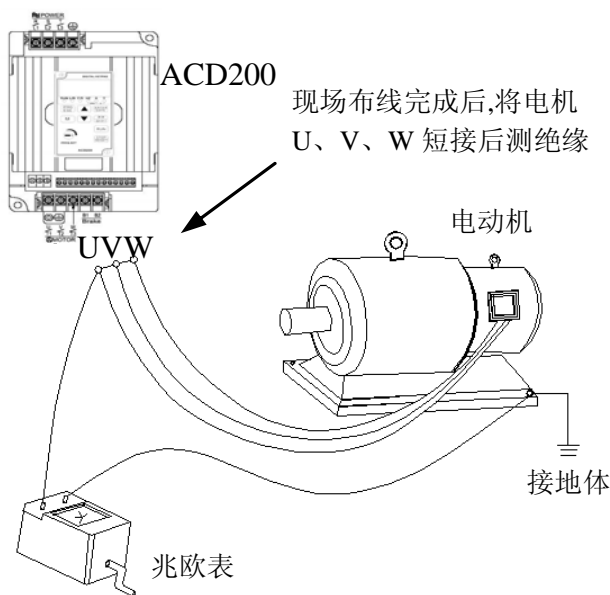

图 1-1 电机绝缘检查示意图
(2) 如果需要以低速恒转矩长期运行，必须选用变频电机。若使用一般的异步交流电机低速运行时，应监控电机温度或采取强制散热措施，以防烧毁电机。
(3) 减速箱及齿轮等需要润滑的机械装置在长期低速运行时，可能由于润滑效果变差造成损坏，请事先采取必要措施。
(4) 若超过电机额定频率运行时，除了考虑电机的振动、噪音增大外，还必须确保电机轴承及机械装置的使用速度范围，请务必事先确认。
(5) 对于提升设备和大惯性之类的负载，变频器常会因产生过流或过压故障而跳闸，为保证正常工作，应考虑选配适当的制动组件。
(6) 应通过端子或其它正常的命令通道对变频器进行起停控制。严禁在变频器输入侧使用接触器等强电开关直接频繁起停操作，否则会造成设备损坏。
(7) 如果需要在变频器输出和电机之间安装接触器等开关器件，请确保变频器在无输出时进行通断操作，否则可能会损坏变频器。
(8) 变频器在一定的输出频率范围内，可能会遇到负载装置的机械共振点，可设置跳跃频率来避开。
(9) 使用前，应确认电源电压在允许的工作电压范围之内，否则应做变压处理或订购特种变频器。
(10) 在海拔高度超过 1000 米的条件下，变频器应降额使用，每增加 1500 米高度输出电流约降低额定电流的 10%。
(11) 电机在首次使用或长时间放置后再使用之前，应做电机绝缘检查。请使用 500V 电压型兆欧表按图 1-1 所示进行检查，绝缘电阻不得小于 5 MΩ，否则有损坏变频器的可能。